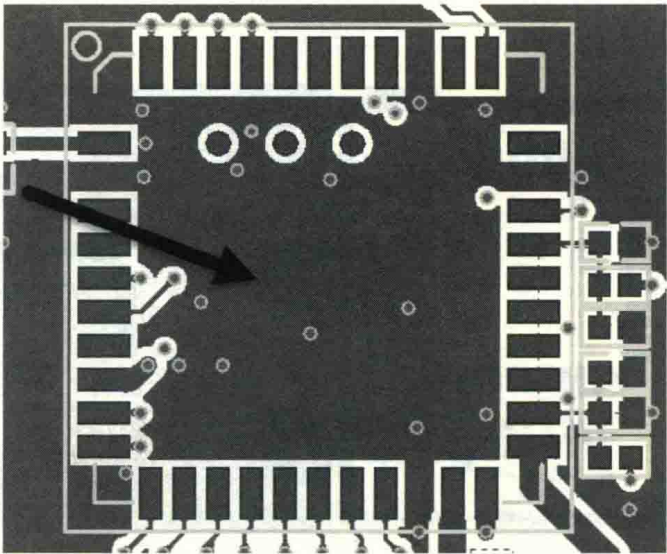

图 14-47 WIFI / BT 模块的地平面处理
(8) 如图 14-47 所示，同样是为了避免干扰，模块下方第一层保持完整的地，不要有其他信号走线，其他信号走线尽量走在内层。